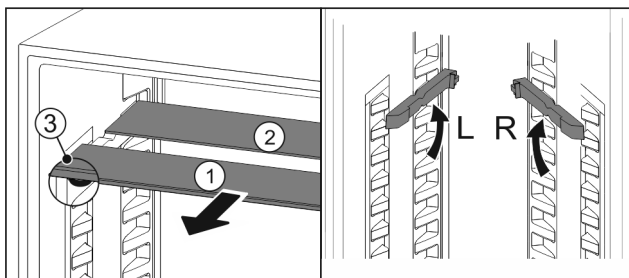

Fig. 54
- Sortir les tablettes par l'avant Fig. 54 (1).
- ▷ La tablette Fig. 54 (1) avec bordure décorative est située à l'avant.
- ▷ Les butées Fig. 54 (3) sont orientées vers le bas.